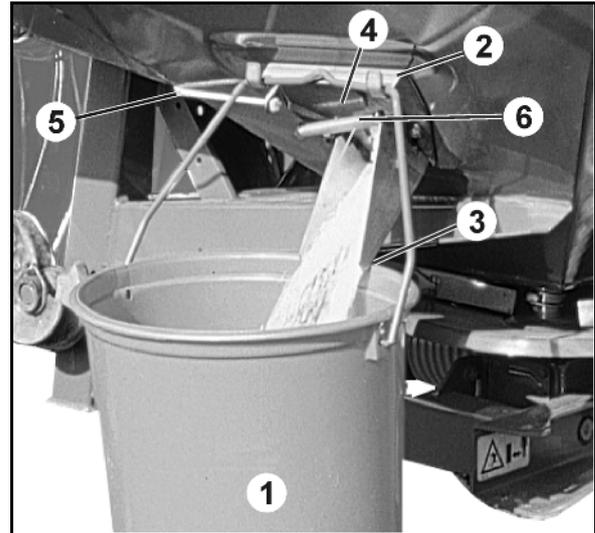

Fig. 70
4. Mesurez le parcours test sur le terrain avec précision. Marquez le point de départ et d'arrivée (Fig. 70).